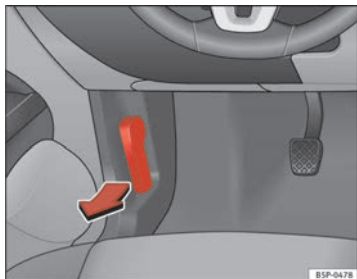

Fig. 155 Detalle de la zona reposapiés del lado del conductor: palanca para el desbloqueo del capó del motor.
- Tire de la palanca que se encuentra bajo el tablero de instrumentos ⇒ fig. 155 en el sentido que indica la flecha. El capó queda desbloqueado por la acción resorte del muelle ⇒ ⚠.